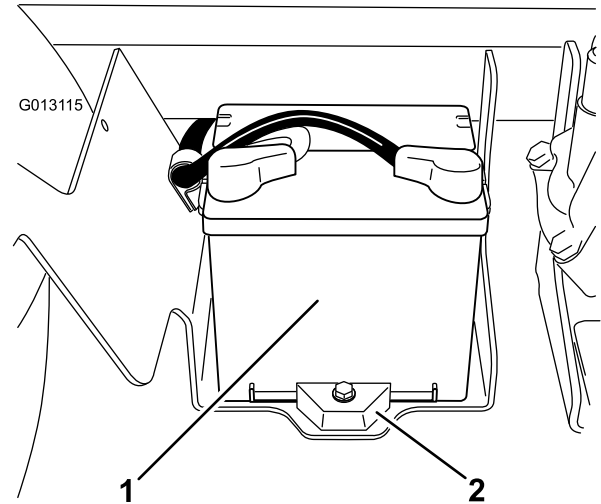

Bild 55
2. Die Batterie befindet sich an der rechten Seite der Maschine hinter der Pumpe (Bild 55).
5. Nehmen Sie die Batteriehalterungen und -befestigungen ab (Bild 55).
2. Setzen Sie die Batteriehalterung auf und befestigen Sie sie mit den drei vorher entfernten Befestigungen (Bild 55).
4. Setzen Sie die Batterieabdeckung auf und befestigen Sie sie mit den zwei Handrädern (Bild 55).
1. Lösen Sie die Handräder an beiden Seiten des Batteriekastens und nehmen Sie die Batterieabdeckung ab (Bild 55).